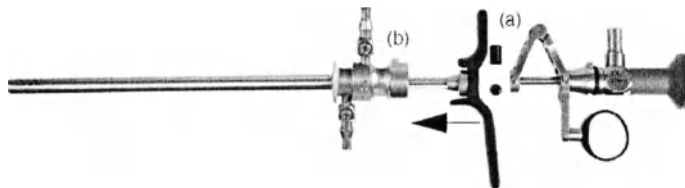

Рисунок 11: Установка рабочего элемента, цистоскопа и электрода во внутренний тубус
3. Ввести сборку рабочего элемента, цистоскопа и электрода (a) во внутренний тубус (b) до состыковки двух элементов (см. Рисунок 11). Повернуть внутренний тубус, пока направляющая шпилька не станет на место.